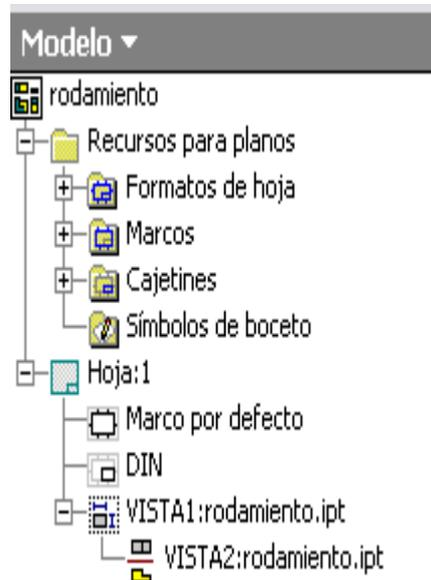

Figura 53. Barra para la creación de plano.
5.5 Barra para la creación de planos: la barra para la creación de planos esta situada en la parte superior izquierda de la pantalla, ver figura 53.